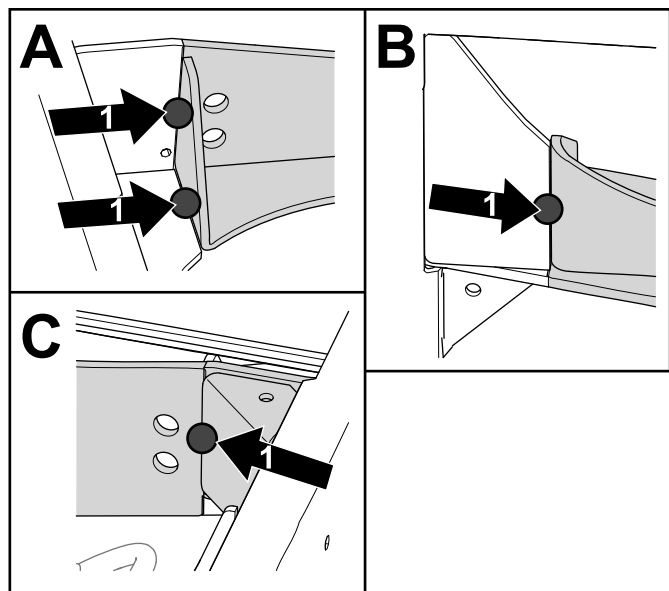

図 14
5. 外側、下側、およびコーナーサポートとアクスルサポートの接触部にタック溶接を行って仮止めする 図 14 機体の反対側でも同じ作業を行う。